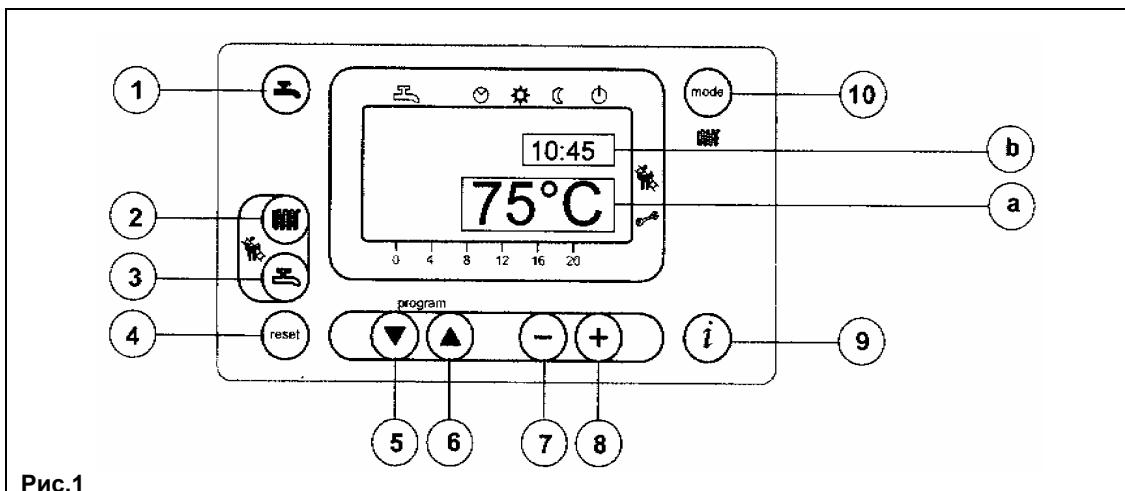

Рис.1
- Для установки значения температуры воды системы отопления нажмите кнопку (поз. 2 Рис. 1);
- нажмите одну из кнопок (поз. 1 или 10 Рис. 1) для запоминания значения и возврата в основное меню.
**Прим.** При подсоединенном датчике уличной температуры с помощью кнопки (поз. 2 Рис. 1) можно осуществлять смещение по климатическим кривым. Для увеличения или уменьшения комнатной температуры в отапливаемом помещении действуйте кнопками
- Для установки максимального значения температуры воды системы ГВС нажмите кнопку (поз. 3 Рис. 1);
На основном дисплее (Рис. 1 а) одновременно с кодом неисправности высвечивается символ (Рис. 4).